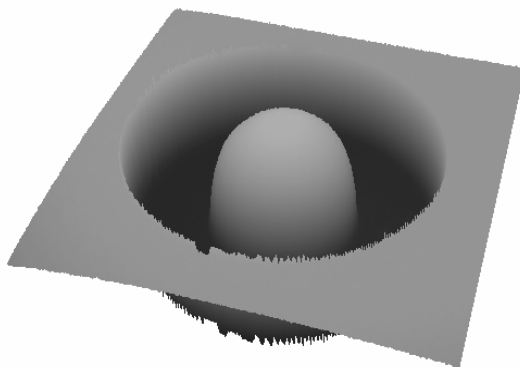

图 16 三维光强分布图
7) 三维光强分布图： 点击图 16 中的三维图按钮，打开三维光强分布图。如图 16 所示。按下键盘中的上下左右方向键，可以对图像进行旋转。